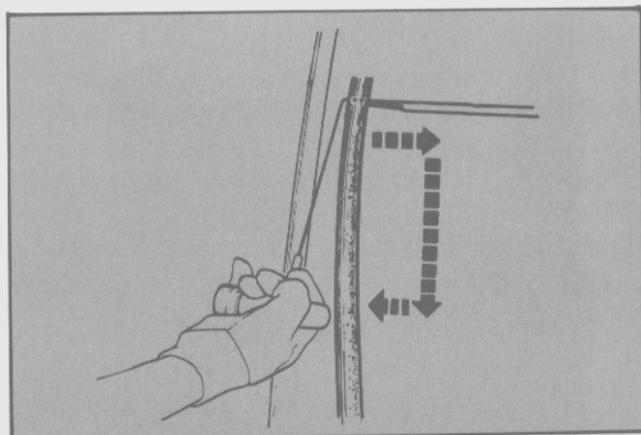

Fig. 7 - Secuencia de movimientos para la continuación del corte del adhesivo.
- Cuando el mango de sujeción alcanza el final de su recorrido, tirar el cable de corte desde el interior del vehículo y volver a introducir el extremo de sujeción, a 35-40 cm del punto alcanzado anteriormente, en el adhesivo (Fig. 7).